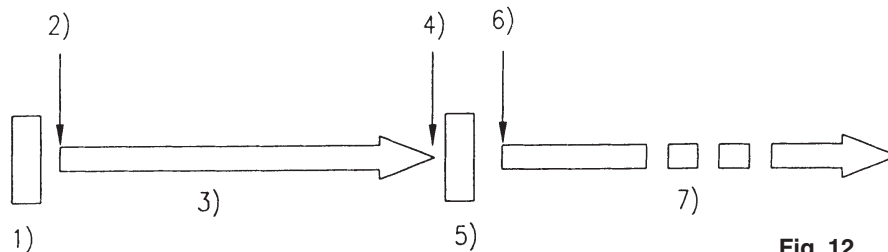

Fig. 12
- La Fig 12 muestra la relación entre Play y Pausa.